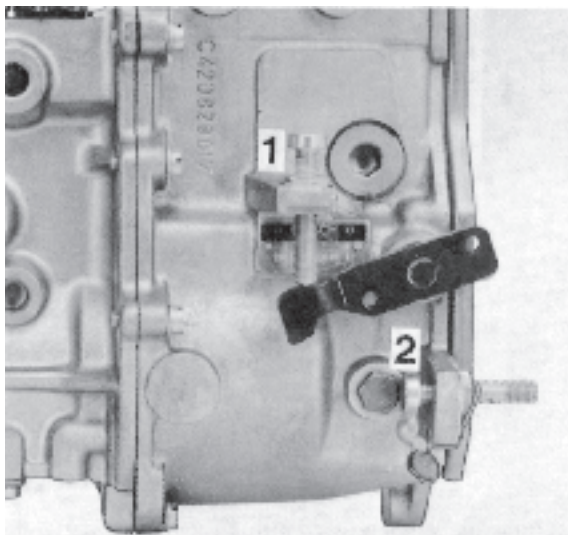
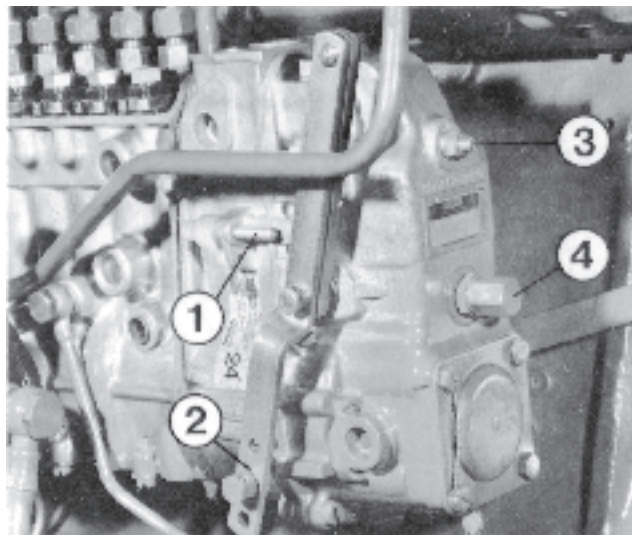

Fig. 102 Réglage du régime, TD60A, TAMD60A
Fig. 103 Réglage du régime, TD60B, TAMD60B
3. Si besoin, régler le régime en tournant la vis de réglage 1, figure 102 ou 3, figure 103.
3. Contrôler le régime avec un compte-tours. Si nécessaire, régler la butée 2, figure 102 ou 1, figure 103 de façon à obtenir un régime correct, voir « Données de réglage » dans le classeur « Bulletins de Service ».